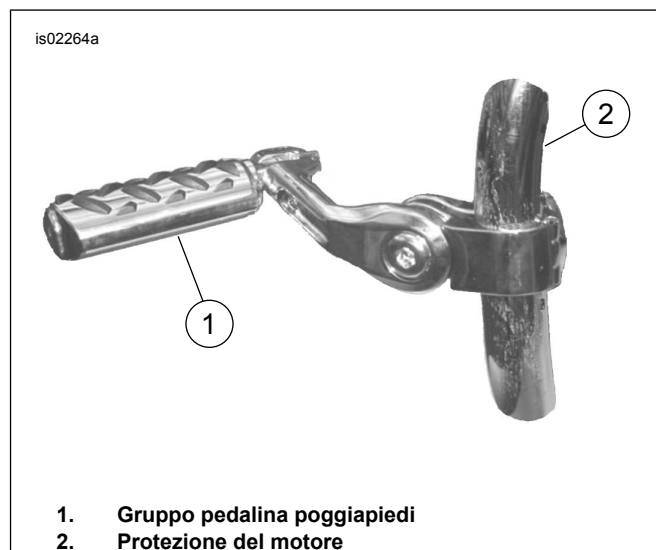
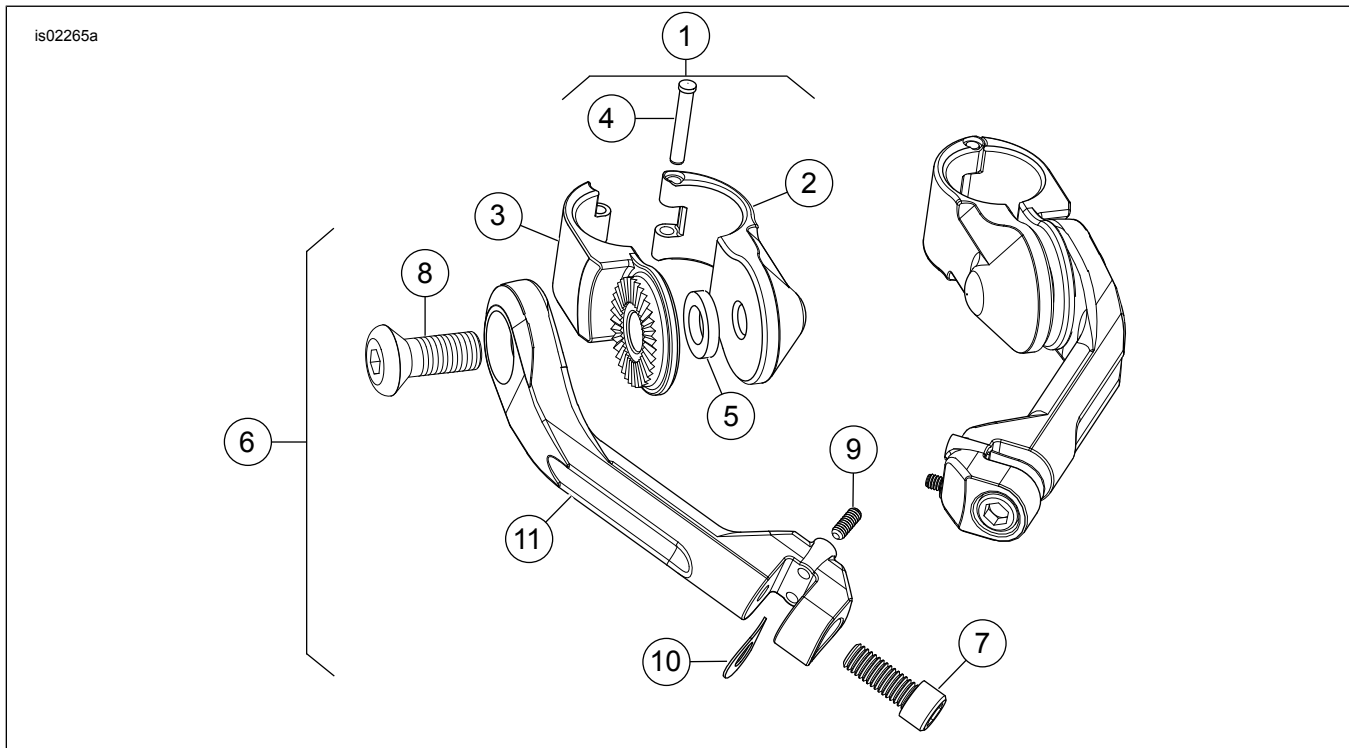

Figura 1. Gruppo pedalina poggia piedi installato sulla protezione del motore
Figura 2. Parti di ricambio: Kit di montaggio delle pedaline poggipiedi e della protezione del motore
Vedere Figura 2 e Tabella 1.
2. Vedere Figura 2. Prendere dal kit il morsetto di montaggio (1). Collocare le metà del morsetto intorno alla protezione del motore, all'altezza voluta, ed installarle con la testa del perno della cerniera rivolta verso l'alto. La superficie "dentata" del morsetto deve essere rivolta verso il braccio dell'estensione.
3. Prendere dal kit la rondella (5), la vite (8) e uno dei bracci ad angolo (11) (lungo o corto a seconda del numero del kit). Utilizzando la vite, allineare ed installare il braccio ad angolo e la rondella (5), collocati tra le alette del morsetto.
4. Vedere Figura 1. Collocare il braccio ad angolo in modo che la pedalina poggia piedi ruoti verso l'alto e verso la parte posteriore della motocicletta. Non serrare completamente a questo punto.
5. Vedere Figura 2. Prendere dal kit la pedalina poggia piedi (venduta separatamente), la rondella elastica a D (10) e la vite (7). Installare la rondella elastica a D in modo che sia posizionata all'interno dell'attacco (braccio) della pedalina poggia piedi, con il lato diritto della "D" rivolto verso l'interno dell'attacco. Tenere ferma la rondella e far scorrere la pedalina poggia piedi in posizione. Applicare due o tre gocce di Loctite 243 alla vite. Installare la vite alla pedalina poggia piedi e serrarla ad una coppia di 26 N·m (19 ft-lbs).